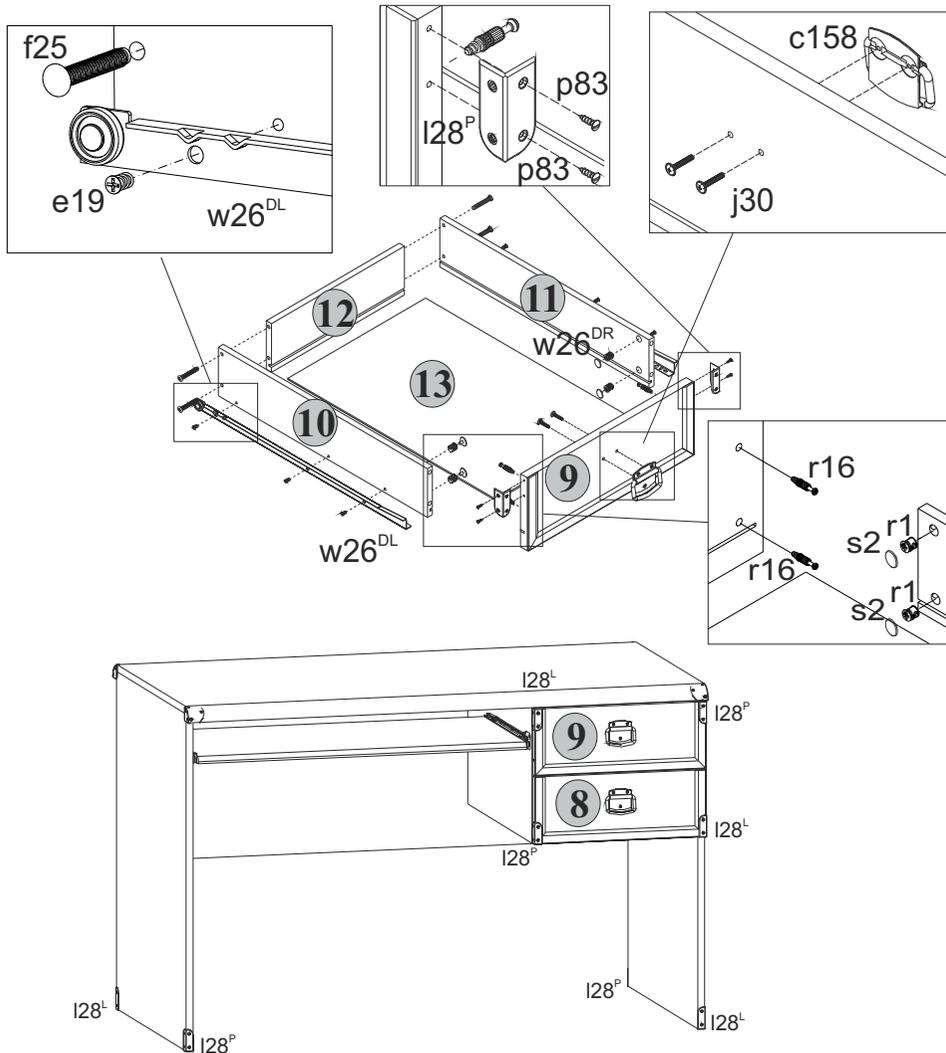

Рис. 3
- 5.14 В отверстия диаметром **15 мм** на внутренних поверхностях стенок боковых **10** и **11** корпусов выдвижных ящиков вставить стяжки эксцентриковые **г1** (**см.рис.3**).
- 5.15 В отверстия диаметром **5 мм** на внутренних поверхностях панелей передних **8** и **9** ящиков выдвижных с помощью крестообразной отвертки вкрутить винты стяжки **г16** (**см.рис.3**).
- 5.17 Соединить панели передние **8** и **9** с корпусами ящиков выдвижных и затянуть стяжки эксцентриковые **г1**, пользуясь специальным ключом **z1**. Закрепить стяжки эксцентриковые заглушками **s2** (**см.рис.3**).